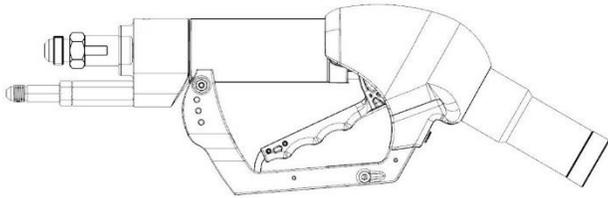

Abbildung 2 – Hebel in der OFF / AUS Position
1. Entfernen Sie die Düse aus der Ruheposition und prüfen Sie, ob sich der Hebel in der unteren unverriegelten Position befindet (Abbildung 2).